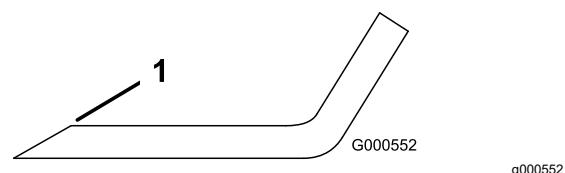

Figura 119
1. Utilice una lima para afilar el filo de corte en ambos extremos de la cuchilla (Figura 119).
Nota: Si la cuchilla no está equilibrada, rebaje algo el metal en la parte de la vela solamente con una lima (Figura 119).